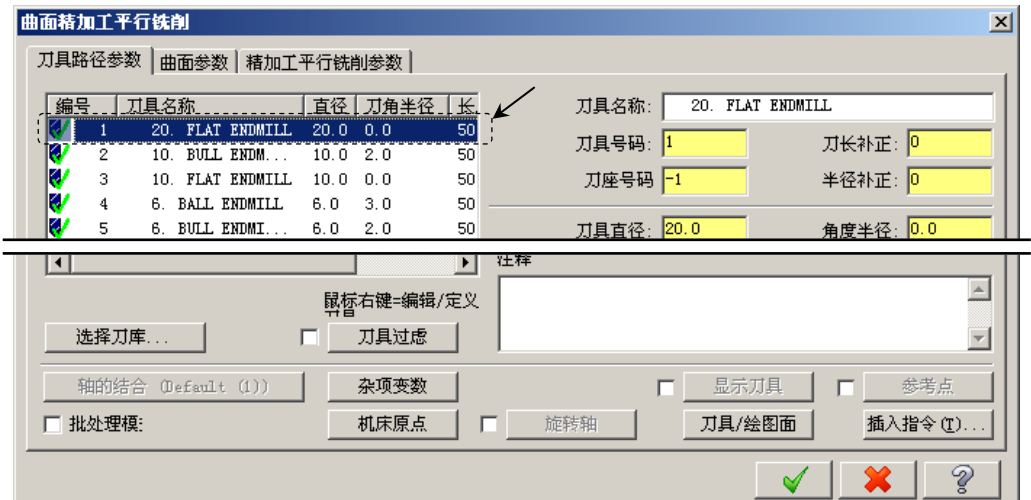

图 22.44 “刀具路径参数”选项卡
Step3. 选择刀具。在“曲面精加工浅平面”对话框中，取消选中 ☐ **刀具过虑** 复选框，然后选择图 22.44 所示的刀具。